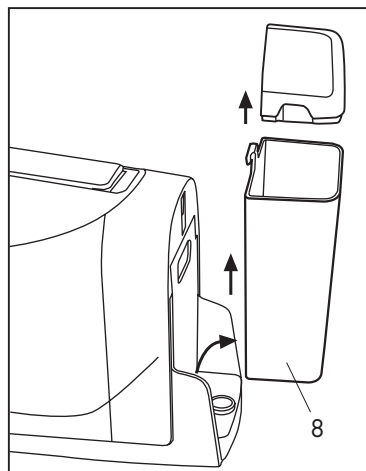

Fig. 1
- Extraire le réservoir (8) de la machine en le tirant vers le haut puis retirer le couvercle (Fig. 1).